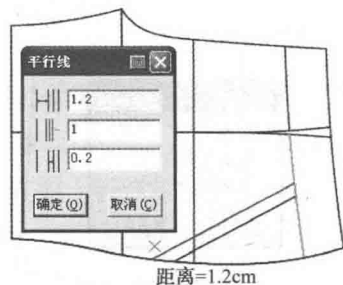

图 7-95 画贴袋步骤 2
② 选择  【智能笔】工具按住【Shift】键,进入【平行线】功能。输入腰头宽 1.2cm(图 7-95)。